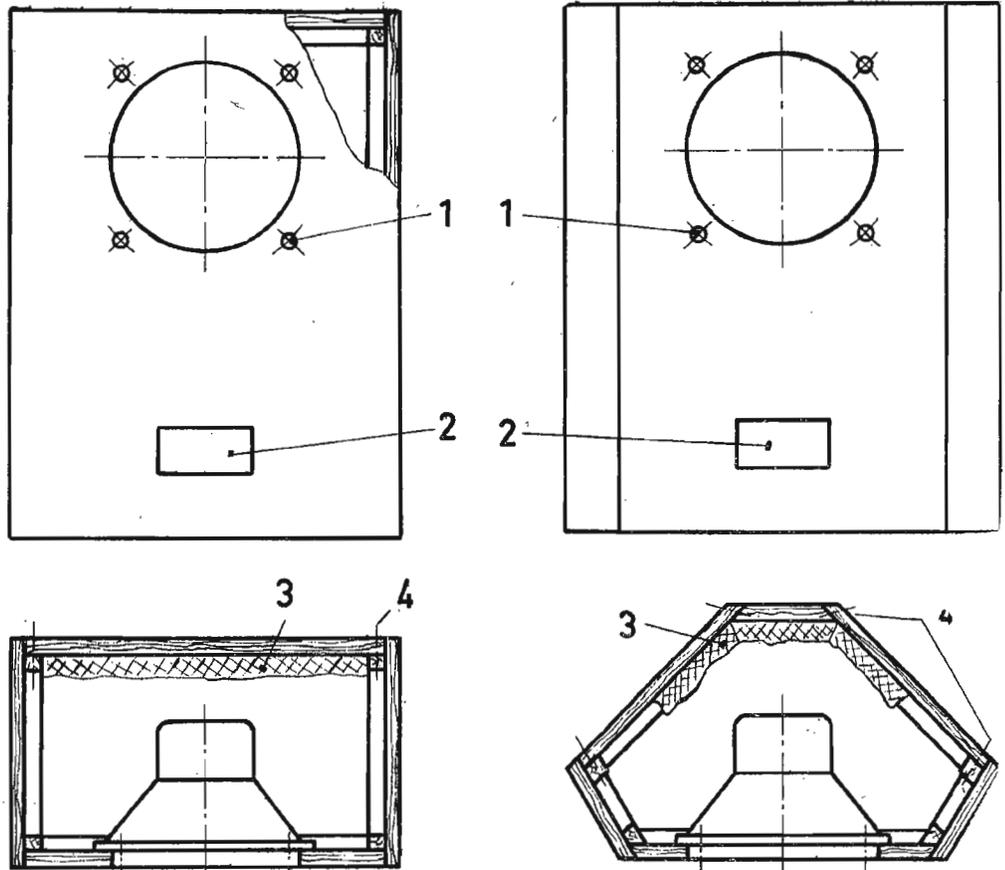

FIG. 11
B. — De chaque côté viennent les deux fréquences de base stéréo au-dessus de 250 Hz ; quant aux basses, elles proviennent, électriquement séparées, de deux boomers, disposés côte à côte au milieu entre les deux haut-parleurs de base stéréo. On peut éventuellement les loger dans une enceinte commune. La figure 11 montre le schéma de principe d'une telle installation.
Haut-parleurs de base stéréo (cf. Fig. 11 et 12) Haut-parleurs habillés
La puissance modulée en fréquence unique des deux combinaisons, réalisées selon schéma figure 11 ou 12, est d'environ 15 W. La fréquence limite se situe pour la combinaison « G » à 20 000 Hz et pour la combinaison « H » à 18 000 Hz.